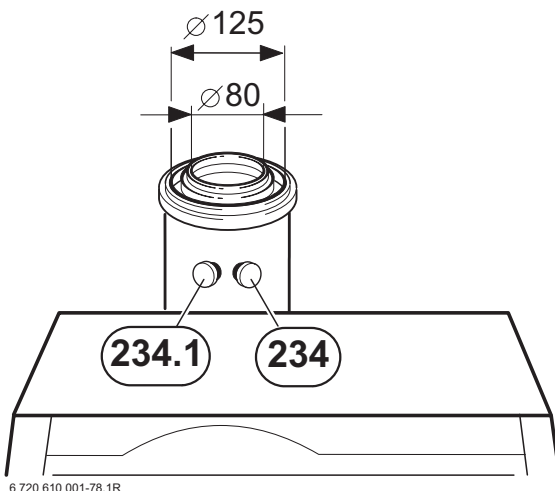

Bild 64
- Verschluss-Schraube am Mess-Stutzen für Abgas (234) entfernen, Bild 64.